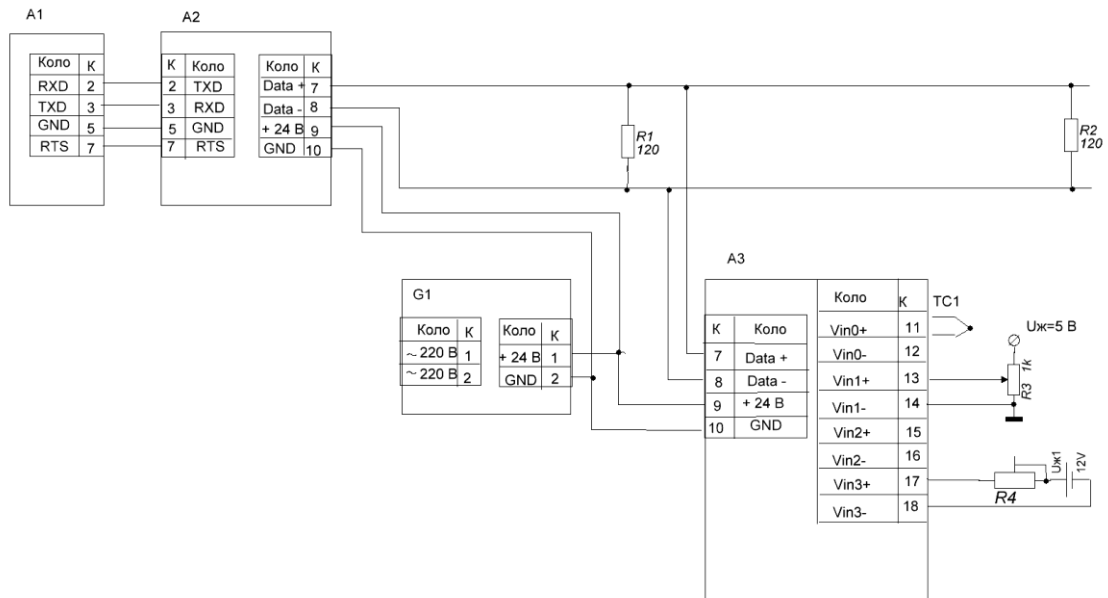

Рис. 1.10. Схема лабораторної установки:
Схема підключення модулів ADAM-4000 до комп'ютера наведена на рис. 1.10.
1.3.1. Зібрати експериментальну установку, підключити модулі до комп'ютера за схемою на рис. 1.10.